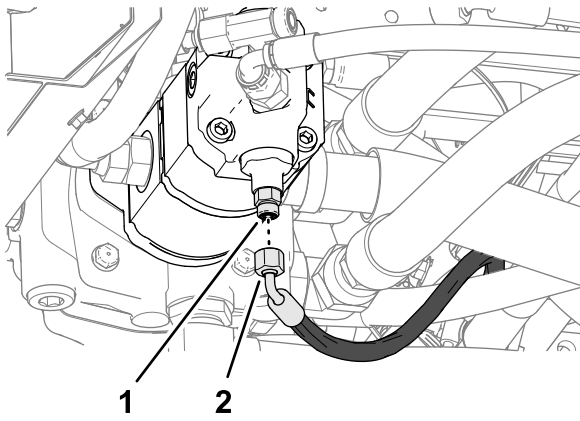

Bild 71
1. Trennen Sie den Druckmessschlauch für das Lenkventil vom geraden Anschlussstück an der Unterseite der Hydraulikpumpe (**Bild 71**).